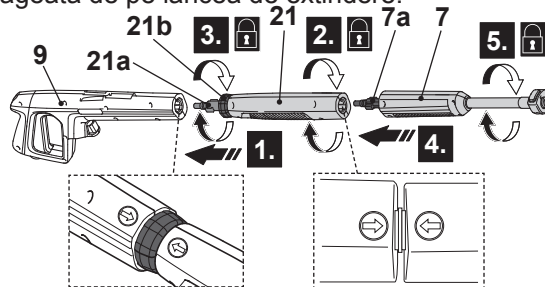

Fig. 11
1. Când folosiți peria de terasă, atașați întotdeauna lancea de extensie scurtă (21).
2. Aliniați și introduceți limbile (21a) de la lancea de extindere scurtă (21) în canelurile portului de conectare ale pistolului de pulverizare (9). (Fig. 11 pasul 1).